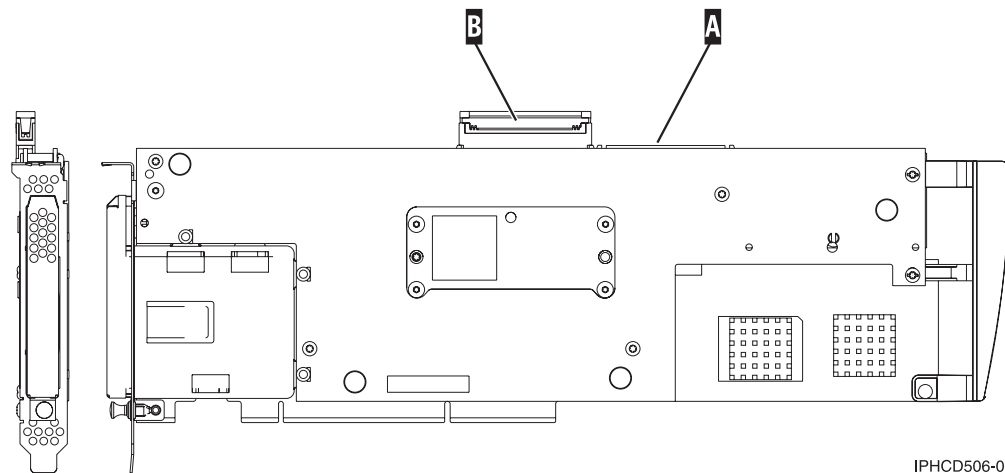

Figure 56. 5708, carte d'entrée-sortie de cache d'écriture auxiliaire
2. Connectez le câble au port SCSI A de la carte du cache d'écriture auxiliaire. Pour plus d'informations, voir la figure 56, à la page 191.